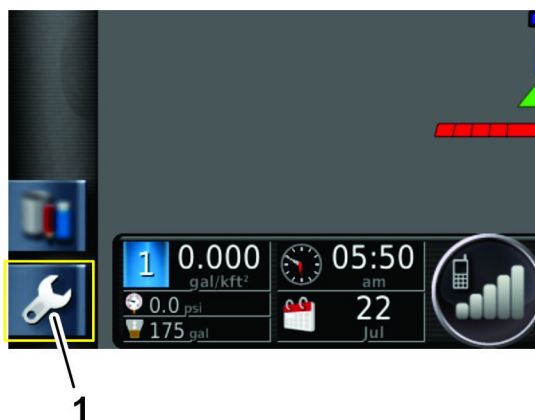

Рисунок 246
3. Нажмите на значок SETUP (НАСТРОЙКА) на главном экране (Рисунок 246).